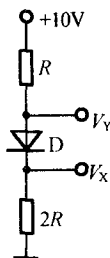

图 14.7
14.2.1 电路如图 14.7 所示,设 D 为硅二极管,试确定:二极管 D 是正偏还是反偏,计算 V_X 和 V_Y 值。